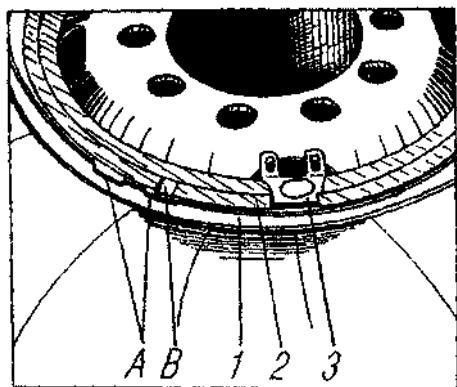

Рис. 45. Положение замочного и наружного бортового колец
5. Установите бортовое и замочное кольца, совместив при этом выштамповку В (рис. 45) на замочном кольце с одним из пазов А на бортовом кольце и обеспечив совпадение разреза замочного кольца с ограничителем на ободе.